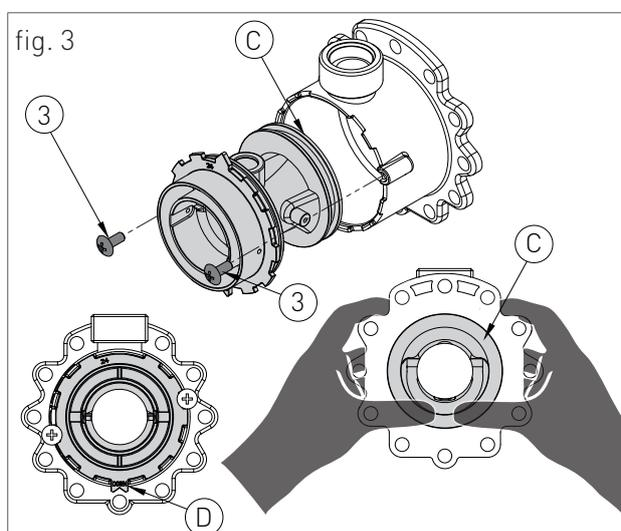

fig. 3
- › svitare le due viti '3' (fig.3) e fare pressione sul lato posteriore del corpo venturi 'C' (fig.3);
- › sostituire il corpo venturi con quello adatto al tipo di gas di rete (Per 28 kW cod. 30-00232 per metano / cod. 30-00169 per GPL) (Per 34 kW cod. 30-00207 per metano / cod. 30-00201 per GPL) e assicurarsi che l'orientamento del dente 'D' (fig.3) sia verso il basso sulla ghiera in alluminio (vedi fig.3);